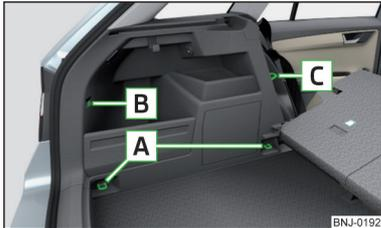

Abb. 81
Übersicht der Befestigungselemente » Abb. 81
- Die Verzurrösen **A** » Abb. 81 auf Seite 87 können zur Befestigung von Netzen nicht genutzt werden, wenn sich der variable Ladeboden in der oberen Position befindet » Seite 91¹⁾.